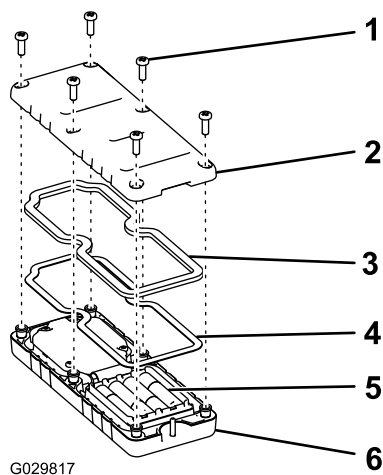

Рисунок 7
- Вставьте элементы питания в гнездо с клеммами, соблюдая полярность (Рисунок 7).
- Убедитесь, что стальная прокладка и резиновое уплотнение находятся в канавке пульта дистанционного управления, и установите заднюю крышку на место (Рисунок 7).
- Закрепите крышку 6 винтами (Рисунок 7) и затяните их с моментом 1,5–1,7 Н·м.